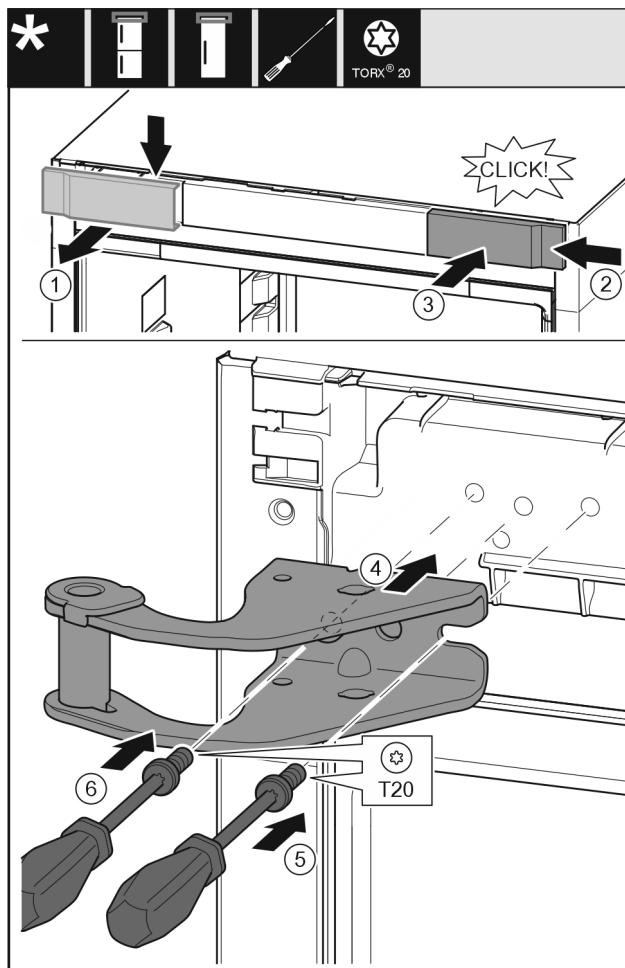

Fig. 14
- Snemite pokrov Fig. 14 (1) od zgoraj v smeri naprej.
- Pokrov Fig. 14 (2), obrnjen za 180°, namestite na drugo stran z desne strani.
- Zaskočite pokrov Fig. 14 (3).
- Pristavite zgornji ležajni podstavek Fig. 14 (4).
- Nastavite vijak Fig. 14 (5) z izvijačem in ga zategnite.
- Nastavite vijak Fig. 14 (6) z izvijačem in ga zategnite.